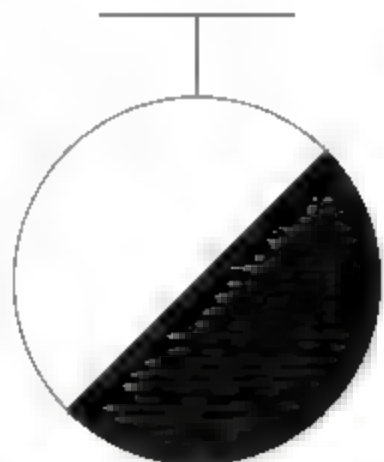

图8-163 最终结果
- 06 调用L【直线】命令，绘制水平线段，结果如图8-163所示。